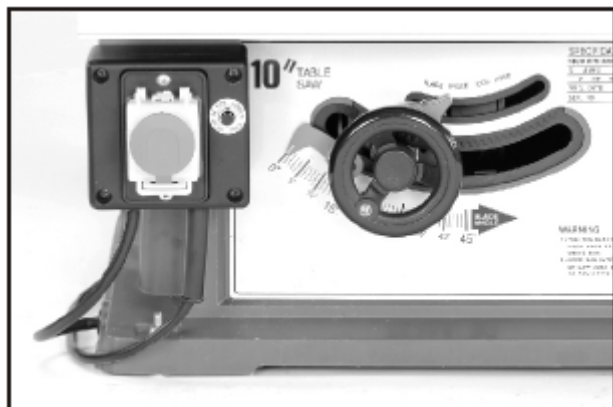

Fig 13-1.
L'interrupteur (illustré sur la Fig. 13-1) est situé à l'avant gauche du caisson. Pour mettre la scie en marche, poussez le grand bouton rouge vers le haut pour débloquer la fermeture de sûreté et appuyez sur le bouton „I“ (A). Pour l'arrêt, appuyez sur le bouton „O“ (B).